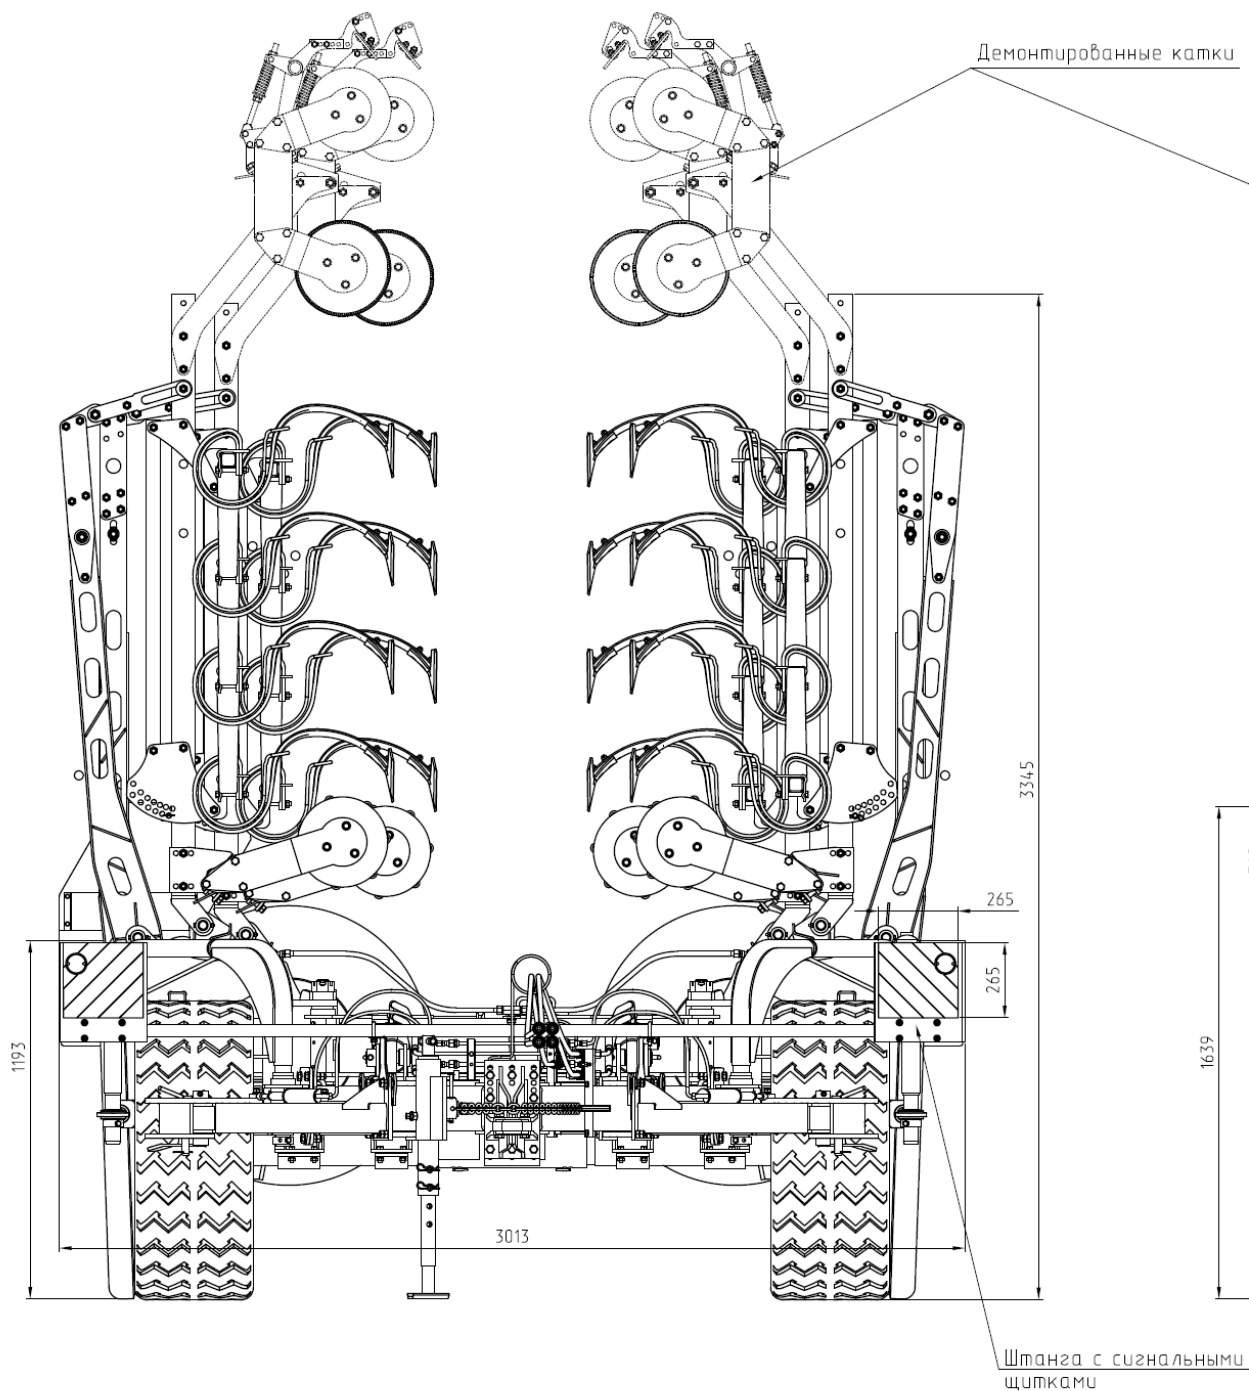

Рис.13.1
**ВНИМАНИЕ! ПРИ ТРАНСПОРТИРОВАНИИ КУЛЬТИВАТОРА ПО ДОРОГАМ ОБЩЕЙ СЕТИ НЕОБХОДИМО (СМ. РИС. 13.1; 13.2):**